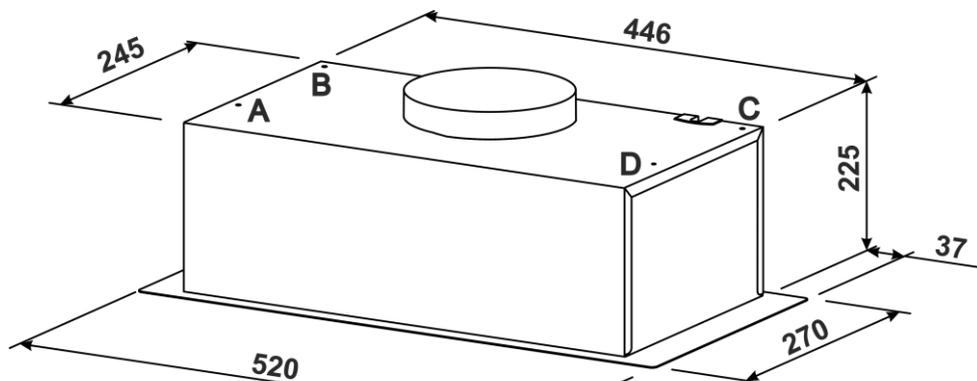

Рис. 4
6.4 Для прикріплення витяжки до шафи рекомендується використовувати 4 саморізи 4,8x13 DIN968 із середини витяжки (саморізи в комплект не входять). (Рис.4/4.1).